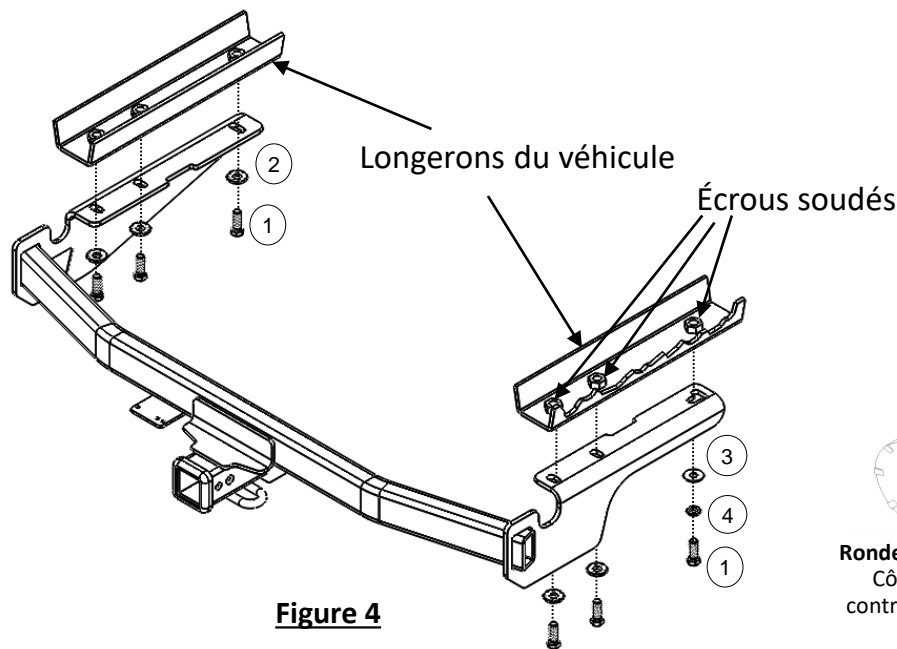

Figure 4
- Retirer le panneau en plastique côté conducteur** – À l'aide d'un tournevis cruciforme, d'un tournevis à lame plate et d'une clé avec douille 12 mm, retirer trois (3) vis, deux (2) rivets en plastique et deux (2) écrous à embase respectivement du panneau en plastique côté conducteur. Retirer le panneau en plastique et le remettre au propriétaire avec la visserie.
- Retirer le panneau en plastique côté passager** – À l'aide d'un tournevis cruciforme, d'un tournevis à lame plate et d'une clé avec douille 12 mm, retirer trois (3) vis, deux (2) rivets en plastique et deux (2) écrous à embase respectivement du panneau en plastique côté conducteur. Retirer le panneau en plastique et le remettre au propriétaire avec la visserie.
- Retirer la languette métallique** – À l'aide d'une clé avec douille 17 mm, retirer un (1) boulon de la languette métallique du longeron côté passager. Retirer la languette métallique et la retourner au propriétaire avec le boulon.
- Retirer les bouchons et le calfeutrage** – À l'aide d'un tournevis à lame plate, retirer trois (3) bouchons en plastique (côté conducteur), deux (2) bouchons en plastique (côté passager) et deux (2) bouchon en caoutchouc des longerons des deux côtés. Remettre les bouchons au propriétaire. À l'aide d'un couteau utilitaire, retirer le calfeutrage 1/2 po des longerons des deux côtés près du trou de fixation avant pour faciliter installation. **NOTA : S'assurer que les écrous soudés du véhicule sont exempts de rouille et de particules. Utiliser une brosse métallique pour nettoyer les écrous soudés si nécessaire.**
- Détacher les languettes de carénage inférieures** - À l'aide d'un tournevis à lame plate, retirer deux (2) rivets en plastique de la languette de carénage inférieure. Détacher les languettes du panneau d'extrémité.
- Installer l'attelage** – Soulever et aligner l'attelage en position au-dessus des écrous soudés existants et installer lâchement les boulons M12 (art. 1) avec leur rondelle conique (art. 2), rondelle plate (art. 3) et rondelle frein (art. 4) sur l'attelage, comme illustré à la Figure 4. Nota : Seul le trou avant du côté passager utilise une rondelle plate et une rondelle frein.
3. Retirer la languette métallique – À l'aide d'une clé avec douille 17 mm, retirer un (1) boulon de la languette métallique du longeron côté passager. Retirer la languette métallique et la retourner au propriétaire avec le boulon.
5. Retirer les bouchons et le calfeutrage – À l'aide d'un tournevis à lame plate, retirer trois (3) bouchons en plastique (côté conducteur), deux (2) bouchons en plastique (côté passager) et deux (2) bouchon en caoutchouc des longerons des deux côtés. Remettre les bouchons au propriétaire. À l'aide d'un couteau utilitaire, retirer le calfeutrage 1/2 po des longerons des deux côtés près du trou de fixation avant pour faciliter installation. **NOTA : S'assurer que les écrous soudés du véhicule sont exempts de rouille et de particules. Utiliser une brosse métallique pour nettoyer les écrous soudés si nécessaire.**
6. Détacher les languettes de carénage inférieures - À l'aide d'un tournevis à lame plate, retirer deux (2) rivets en plastique de la languette de carénage inférieure. Détacher les languettes du panneau d'extrémité.
7. Installer l'attelage – Soulever et aligner l'attelage en position au-dessus des écrous soudés existants et installer lâchement les boulons M12 (art. 1) avec leur rondelle conique (art. 2), rondelle plate (art. 3) et rondelle frein (art. 4) sur l'attelage, comme illustré à la Figure 4. Nota : Seul le trou avant du côté passager utilise une rondelle plate et une rondelle frein.